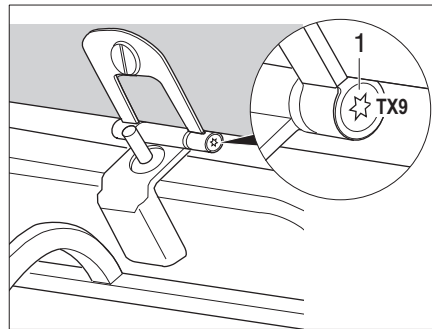

Bild 126 Scharniere der Glasabdeckung
- Mit einem Torx-Einsatz TX9 die Scharnierschrauben (Bild 126,1) vorsichtig nachziehen.